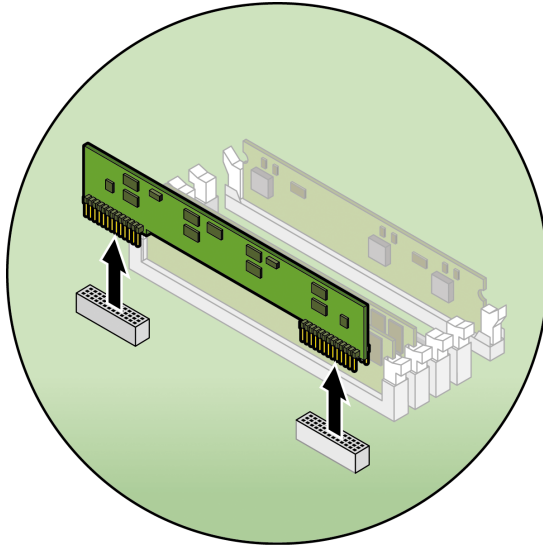

図 4-28 CPU VRM の取り外し
8. CPU VRM をまっすぐ上に引き出して、ソケットから取り外します (図 4-28 を参照)。
8. CPU VRM をまっすぐ上に引き出して、ソケットから CPU VRM を取り外します (図 4-28 を参照)。